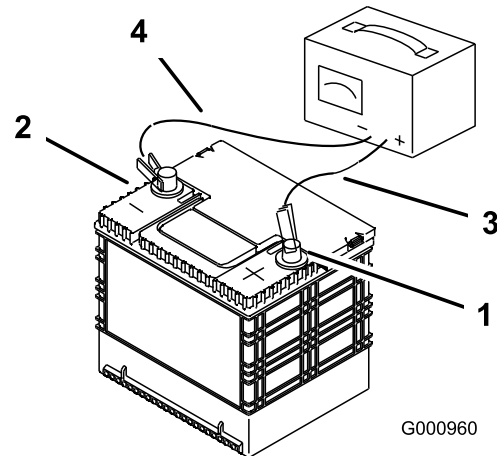

Figura 69
3. Quando a bateria estiver totalmente carregada, desligue o carregador da tomada elétrica e em seguida desligue os cabos do carregador dos bornes da bateria (Figura 69).